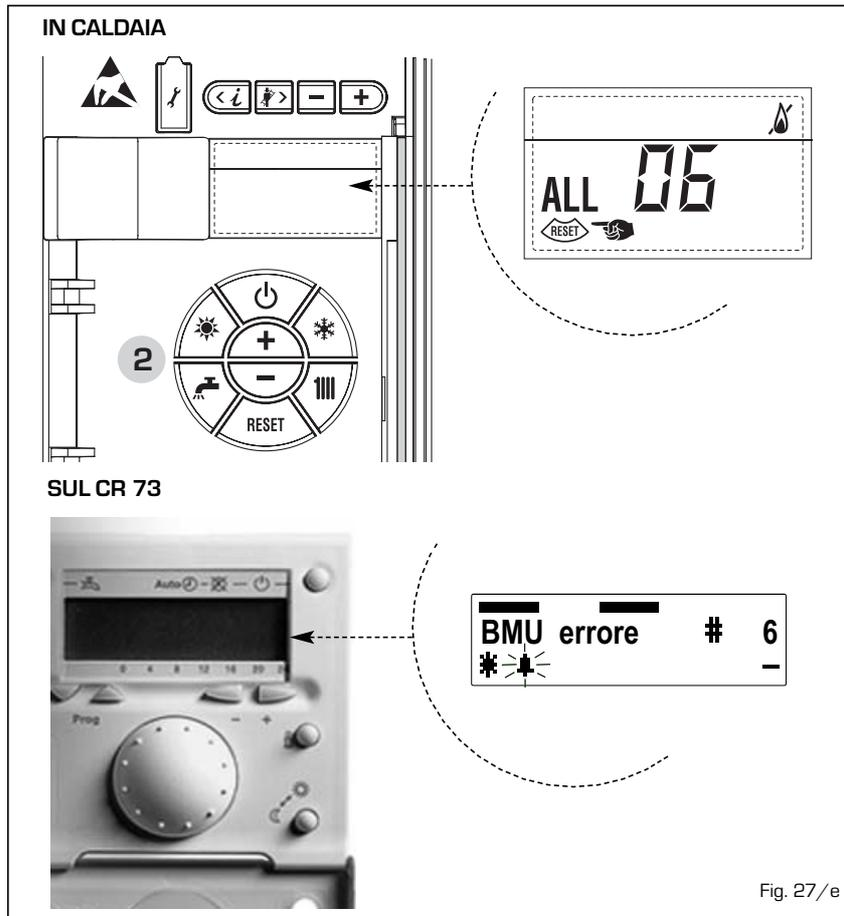

Fig. 27/e
- **ANOMALIA TERMOSTATO SICUREZZA "ALL 07 - # 7" (fig. 27/f)**